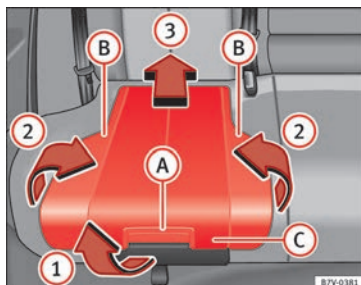

Abb. 28 Integrierter Kindersitz: Sitzpolster aufstellen.
- Sitzpolster am Entriegelungshebel » **Abb. 28 A** in Pfeilrichtung » **Abb. 28 ①** nach vorn ziehen.
- Beide Seiten » **Abb. 28 B** in Pfeilrichtung » **Abb. 28 ②** nach oben klappen.
- Sitzpolster » **Abb. 28 C** in Pfeilrichtung » **Abb. 28 ③** nach hinten drücken, bis es einrastet.